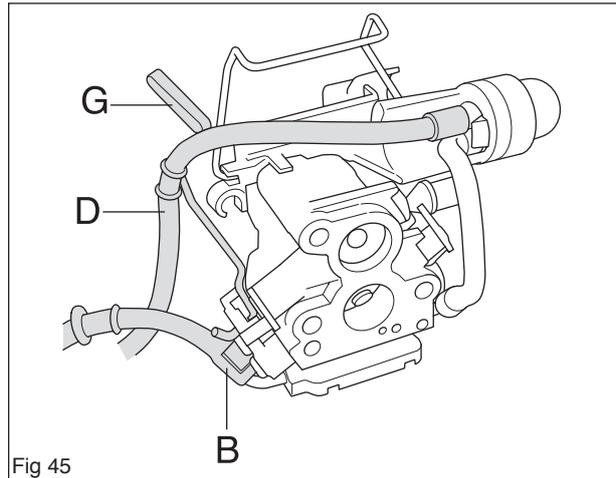

Fig 45
3. Décrocher le levier de l'actionneur de papillon (G) du carburateur (voir la figure 45).
4. Démontez le tuyau de carburant (B) et le tuyau de retour de la pompe de carburant (D) (voir la figure 45).
4. Monter le tuyau de carburant (B) et le tuyau de retour de la pompe de carburant (D). (voir la figure 45)
5. Monter le levier de l'actionneur de papillon. (voir la figure 45).